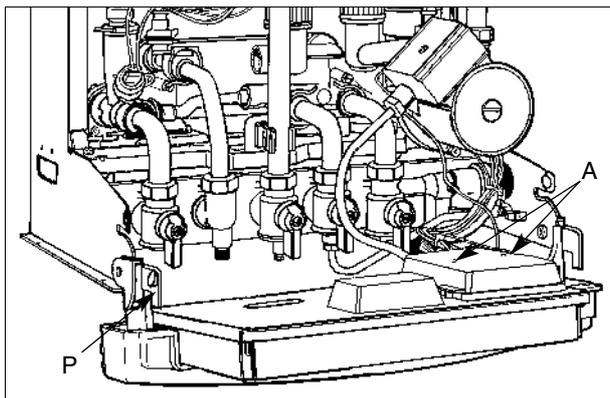

Fig. 11
- Dévisser les deux vis "A" (Fig.11) de fixation du capot de protection, ôter le capot.